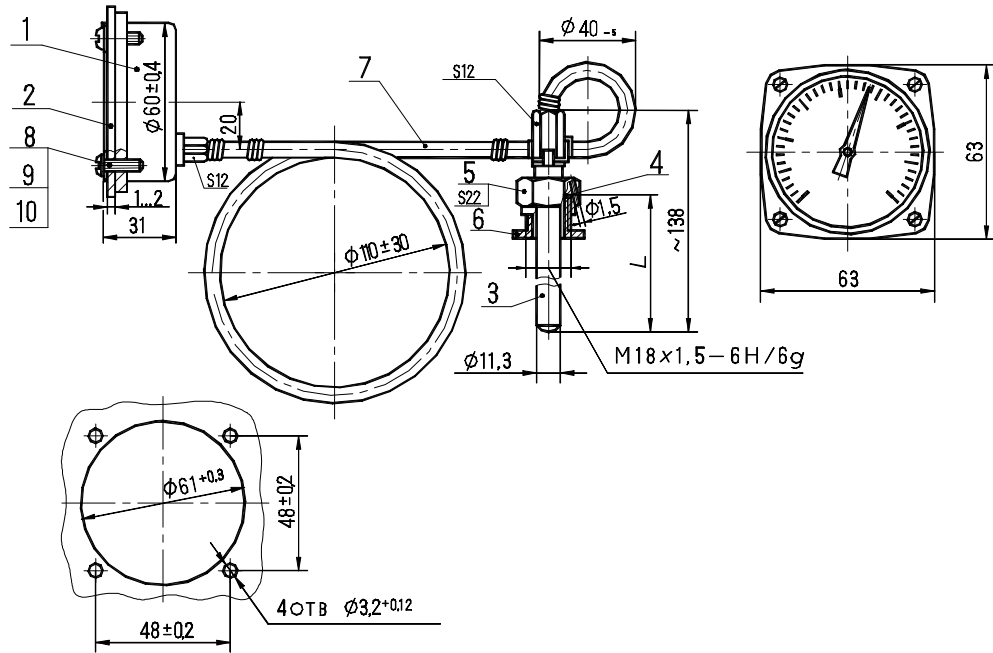

Рисунок 3 - Габаритные и присоединительные размеры термометра ТКП-60/3М2:
5.2.1 Монтаж термометров должен производиться в соответствии с рис.3.
7.2 Необходимо следить за герметичностью соединений в месте установки термобаллона, в случае необходимости подтянуть гайку накидную поз.5 (см. рисунок 3) или сменить прокладку поз.4.